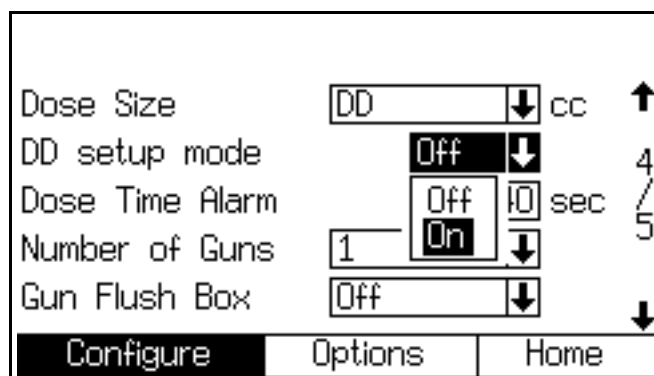

Рис. 55. Конфигурация экран 4, режим установки ДД разрешен
3. Выбор "DD" в Экране конфигурации системы 4 делает режим Установки DD доступным. См. Рис. 55. Чтобы разрешить режим установки DD, выберите ВКЛ в ниспадающем меню режима Установки DD. Это запрещает тревоги "Вне пределов смешивания" E-3 и E-4, позволяя непрерывную установку и настройку.